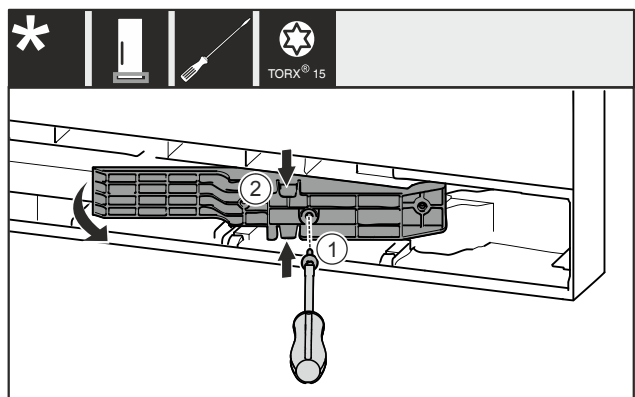

Fig. 12 *
- Hiqni vidën Fig. 12 (1).*
- Shtypni lehtë njëkohësisht pjesën përshtatëse Fig. 12 (2) lart dhe poshtë dhe nxirrni jashtë.*